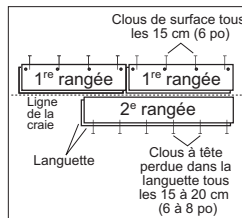

Figure 8
- Utiliser une cloueuse pneumatique pour enfoncer des clous perpendiculairement dans la rainure, à 13 mm (1/2 po) de la bordure, à des intervalles de 15 cm (6 po) et à 2,5 à 5 cm (1 po à 2 po) de chaque extrémité puis à un angle de 45° dans l'espace pour les clous sur le dessus de la langue (Figure 8). OU pré-percer les trous pour les clous à 13 mm (1/2 po) de la bordure arrière (rainure), à 2,5 à 5 cm (1 po à 2 po) de chacune des extrémités, à des intervalles de 15 cm (6 po). Pré-percer au même intervalle, à un angle de 45° dans l'espace pour les clous sur le dessus de la langue (Figure 8). Enfoncer les clous perpendiculairement dans le côté de la rainure, là où des trous ont été pré-percés. Lorsque cela est fait, clouer à clous perdus à un angle de 45° dans la langue de la première rangée. Fixer avec des clous 4 ou 6d. Fraiser les clous pour qu'ils soient égaux avec la rainure. Utiliser un chasse-clou pour fraiser les clous et éviter de meurtrir le bois. Continuer à clouer à clous perdus en utilisant la même méthode pour les rangées suivantes, jusqu'à ce que l'agrafeuse puisse être utilisée.